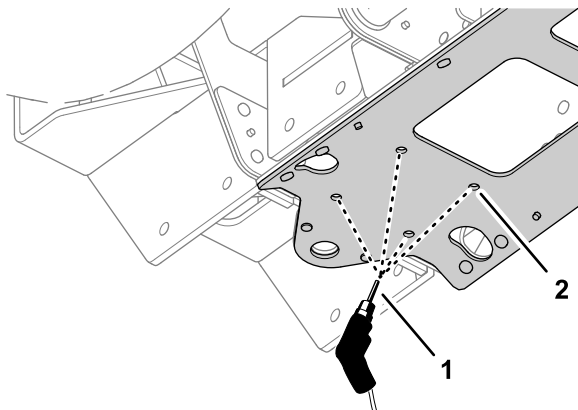

Figura 51
- Realizai 4 găuri de 10 mm în placa de canal central, în marcajele găurite la pasul 6 după cum este indicat în Figura 51.